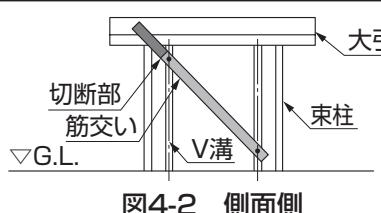
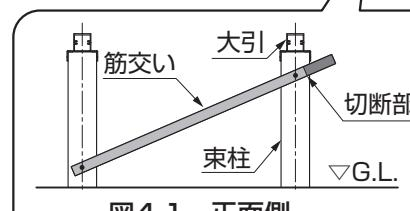

図4-2 側面側
図4-1 正面側
- ①筋交いの取付位置を確認し、束柱からはみ出ないように切断してください。(図4-1、図4-2参照)